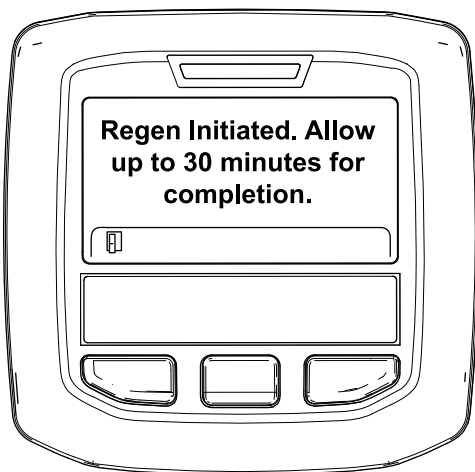

Figure 38
- Si la régénération est autorisée, le message « Regen Initiated. Allow up to 30 minutes for completion » (régén. lancée. Durée max 30 minutes) s'affiche dans l'InfoCenter. Attendez que la machine termine le processus de régénération en stationnement (Figure 38).